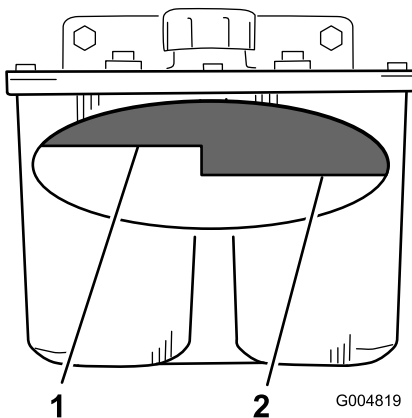

Figura 97
3. Limpe a zona em redor do tubo de enchimento do depósito hidráulico (Figura 97).
4. Retire a tampa do tubo de enchimento e observe o interior para verificar se existe fluido no reservatório (Figura 97).
**Nota:** O nível do fluido deve encontrar-se no cimo do nível quente do abafador, quando o fluido está quente (Figura 97).